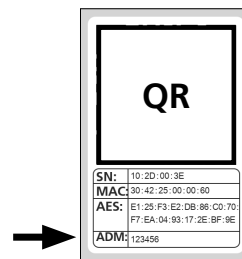

Abb. 9
- ! Hinweis:** Den werksseitigen Administratorcode finden Sie auf dem QR-Code Aufkleber des Zylinders unter der Angabe „ADM“ (Abb. 9).